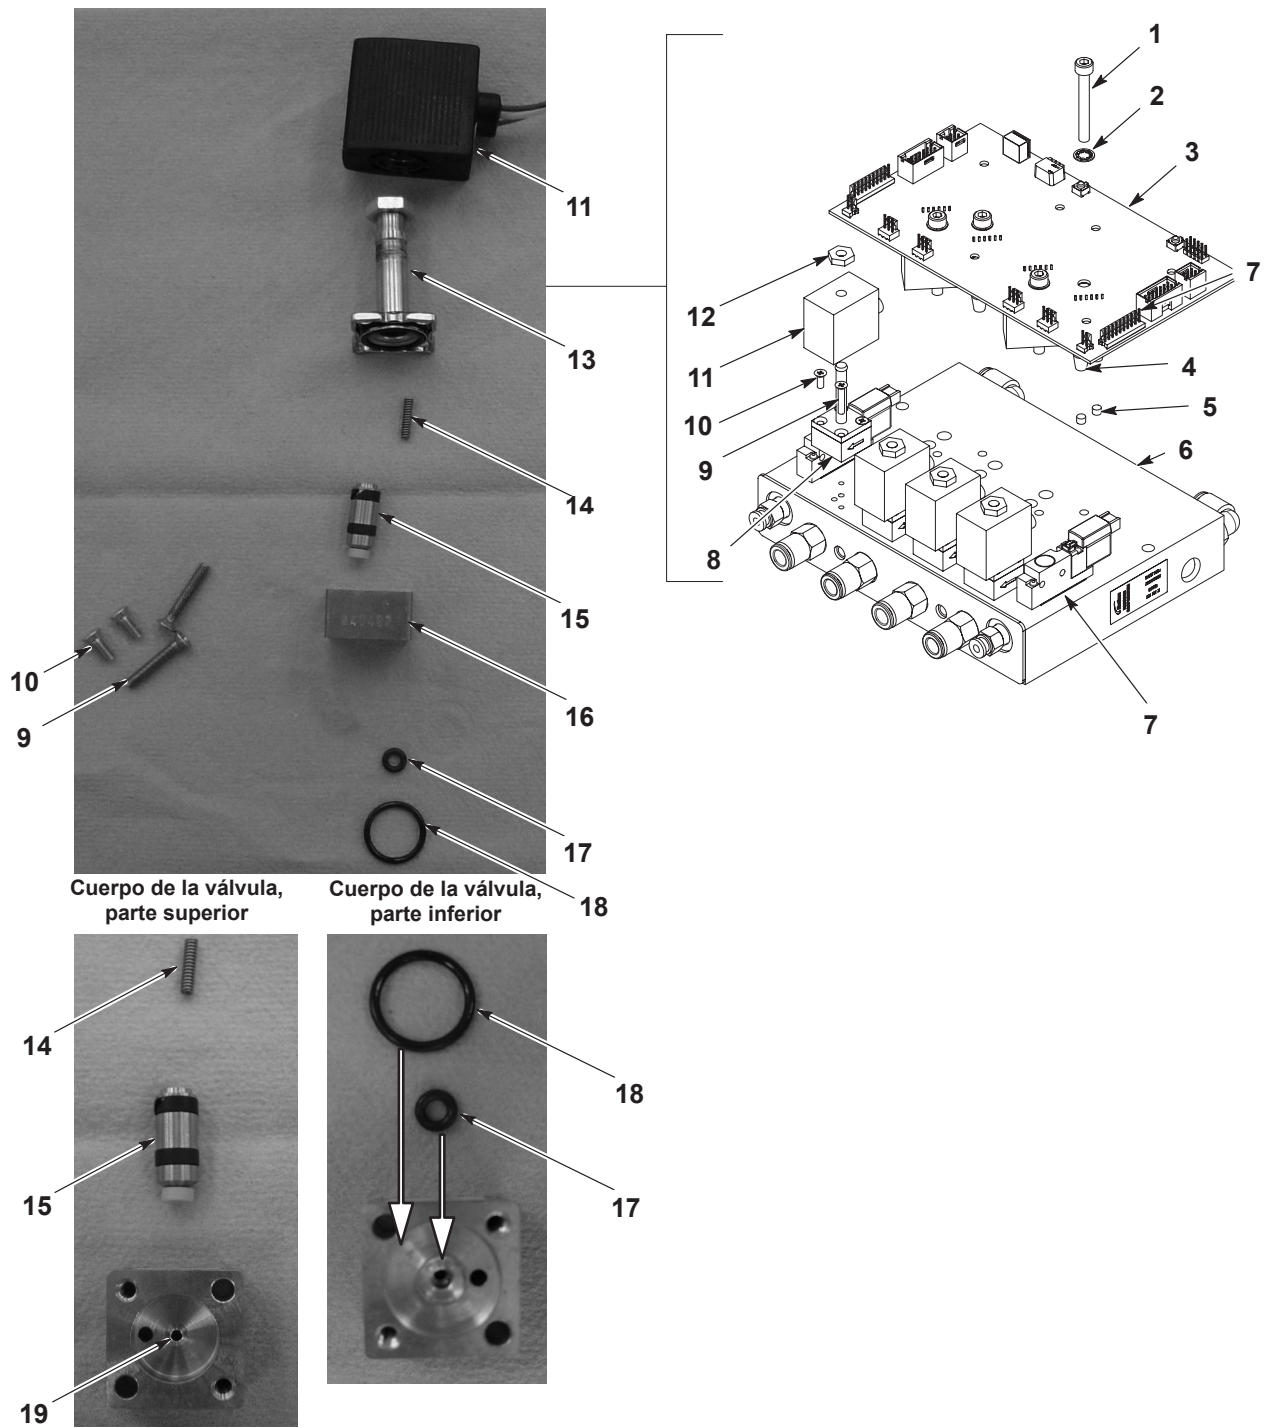

Figura 6-5 Limpieza y reparación del módulo iFlow
Ver la Figura 6-5. Un suministro de aire sucio puede provocar el mal funcionamiento de la válvula proporcional (8). Para desmontar y limpiar la válvula, se deben seguir estas instrucciones.
1. Desconectar el cableado de la bobina (11) de la placa de circuito (3). Extraer la tuerca (12) y la bobina de la válvula proporcional (8).
2. Extraer los dos tornillos largos (9) para extraer la válvula proporcional del distribuidor.
3. Extraer los dos tornillos cortos (10), posteriormente extraer el vástago de la válvula (13) del cuerpo de válvulas (16).
4. Retirar el cartucho de la válvula (15) y el muelle (14) del vástago.
Ver la Figura 6-5. Para extraer las electroválvulas (7), retirar los dos tornillos ubicados en el cuerpo de la válvula y despegar la válvula del distribuidor.
Ver la Figura 6-5.